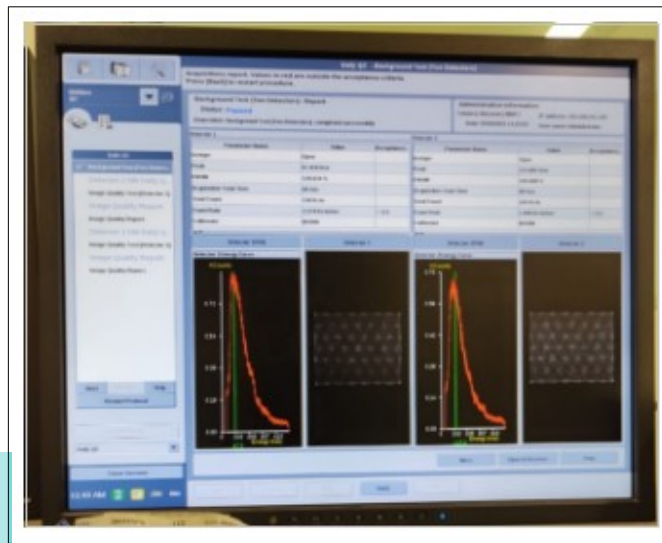

Figura 7 – Interface com os resultados do teste de radiação de fundo
8. Anotar os valores de “Count Rate” para cada detector, conforme **Figura 7 – Interface com os resultados do teste de radiação de fundo**, no campo “Radiação de fundo (kcps)” da planilha;